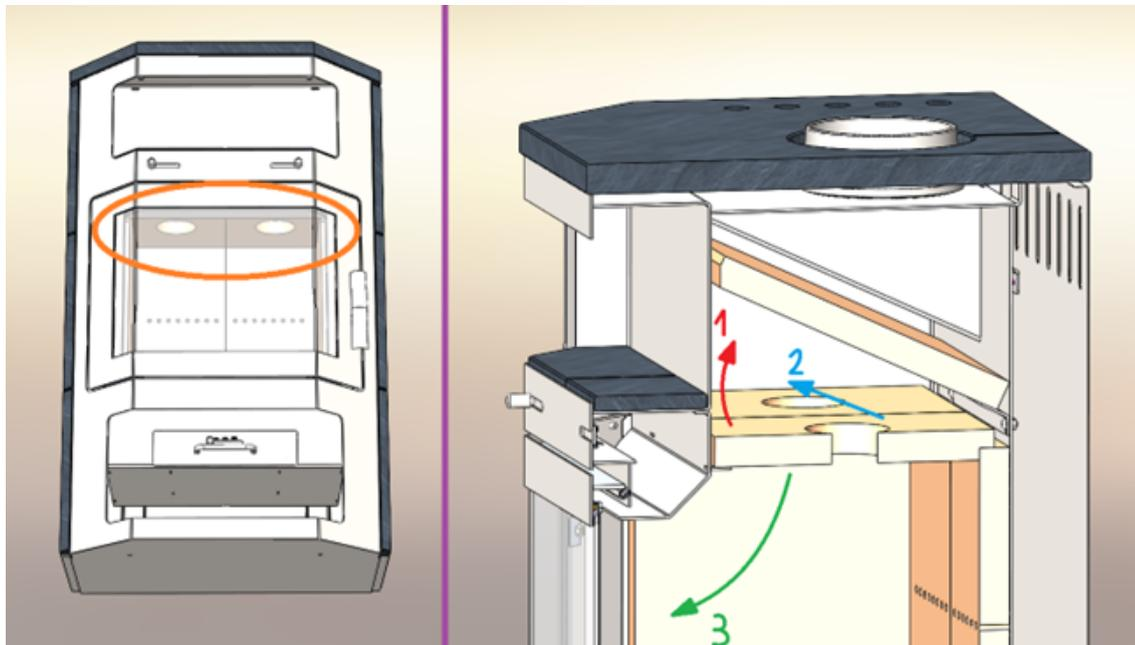

Abbildung 4 Demontage des Rauchgasumlenkers
7. Abbildung 4 Demontage des Rauchgasumlenkers	Seite 10